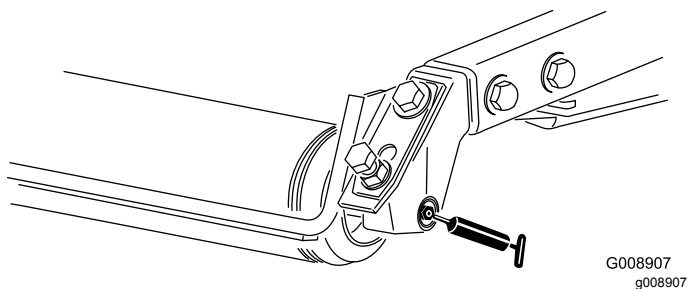

Figura 38
- Cojinetes de los rodillos traseros (2 por unidad de corte)—Figura 38